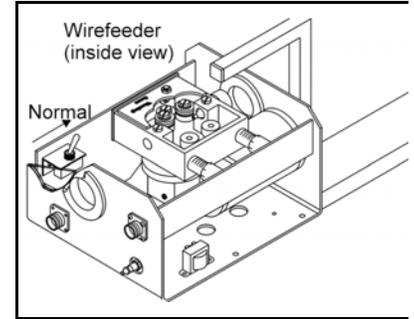

ABBILDUNG 3-11. KIPPSCHALTER IN GRUNDSTELLUNG
7. Wenn Ihr Drahtvorschub mit der Druck-Zug-Option ausgestattet ist, stellen Sie den Kippschalter in die normale Position (siehe Abbildung 3-11), bevor Sie mit den folgenden Schritten fortfahren.